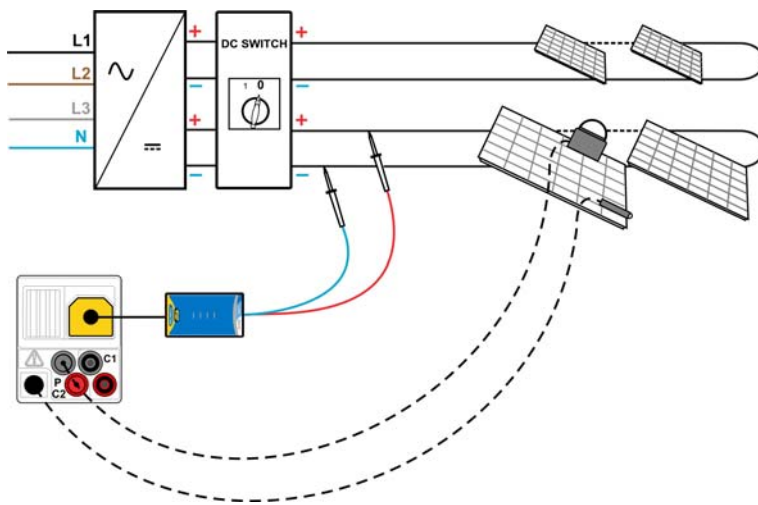

Abbildung 6.17: Uoc/Isc-Prüfung
- ❑ **Schließen Sie** das Prüfstück an (siehe Abbildung 6.17).